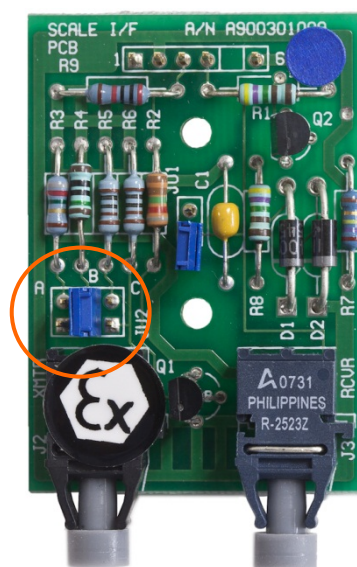

Figure 3-43: Emplacement de la broche J2 sur le circuit imprimé en option FO des Puma/ID3sTx
- Lors de l'utilisation de l'IND560x en tant que terminal distant pour un Puma ou un ID3sTx, le cavalier sur le circuit imprimé en option FO des Puma/ID3sTx doit être réglé pour transmettre un signal plus puissant. Ceci est dû au fait que l'IND560x nécessite un signal FO plus puissant afin de fonctionner correctement en tant qu'affichage distant pour les Puma/ID3sTx. Pour envoyer un signal plus puissant depuis les Puma/ID3sTx, positionnez le cavalier sur les broches J2 (Figure 3-43) afin de fermer la connexion entre les broches A, B ou C, jusqu'à ce que le signal transmis par les Puma/ID3sTx soit suffisamment puissant pour être vu par l'IND560x distant.